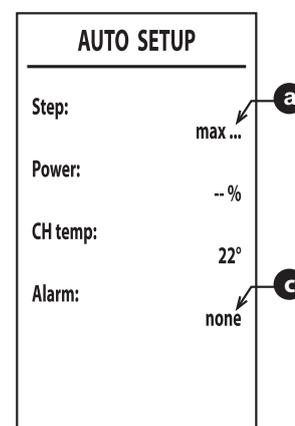

fig. 48 -
6. Dopo l'accensione, il bruciatore si posiziona alle varie potenze (max, med, min) indicate dal punto **a** ("fig. 48 -").
8. Qualora la sequenza di accensione descritta al punto "6" non sia andata a buon fine, compare la scritta max_err al punto **a** e un codice di errore al punto **c** ("fig. 48 -").